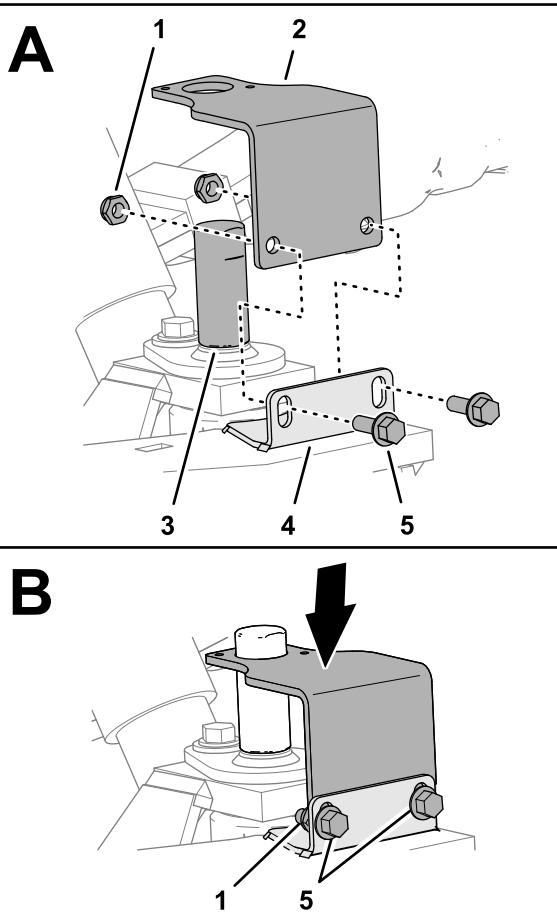

Bild 7
3. Richten Sie den Sensorhalter über dem Ausrichtwerkzeug und den Schlitten im Flansch der Spindel aus (Bild 7).
4. Befestigen Sie die Halterung mit zwei Bundkopfschrauben ( $\frac{1}{4}$ " x  $\frac{3}{4}$ ") und zwei Sicherungsmuttern ( $\frac{1}{4}$ ") lose am Flansch (Bild 7).
5. Positionieren Sie die Halterung am unteren Ende der Schlitte im Flansch der Spindel und ziehen Sie die Bundkopfschrauben und Sicherungsmuttern fest (Bild 7).